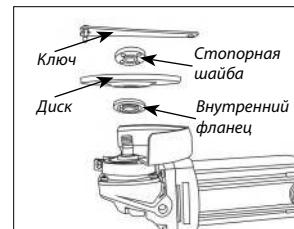

Рис. 3
1) Установите внутренний фланец на шпиндель. Наденьте круг на внутренний фланец и накрутите стопорную гайку на шпиндель. (Рис. 3).